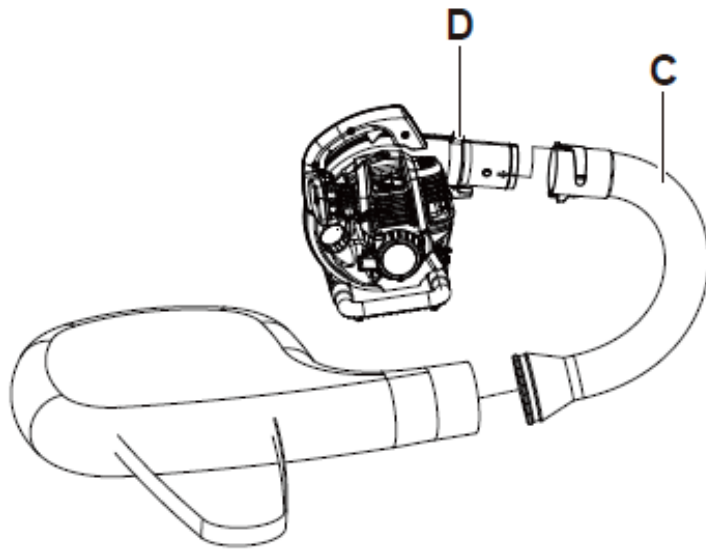

Fig. 5
2) Alignez les fentes du tube incurvé (C) avec les bosses sur la sortie du ventilateur (D). Faites glisser le tube et faites-le pivoter vers le bas jusqu'à ce qu'il se verrouille en place. Lorsqu'il est correctement assemblé, le tube se courbera vers le bas (Fig.5).
- 2) Tout en tenant la machine, tournez le tube incurvé dans le sens antihoraire jusqu'à ce qu'il se déverrouille de la machine. (Fig.5)